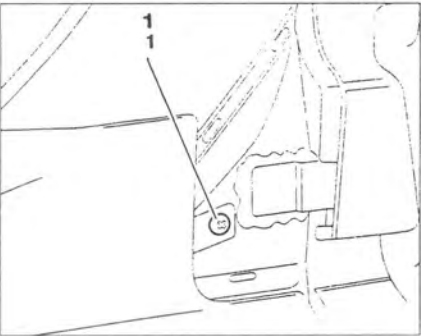

Рис. 10.2. Открутите винт 1.
3. Открутите винт 1 (рис. 10.2).